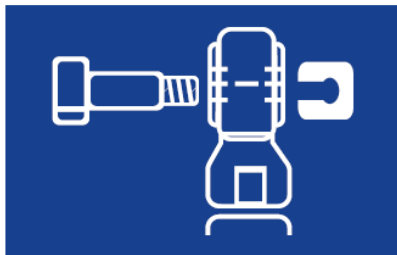

Fig. 4
1. Rimuovere il bullone di fissaggio svitandolo (Fig. 4).